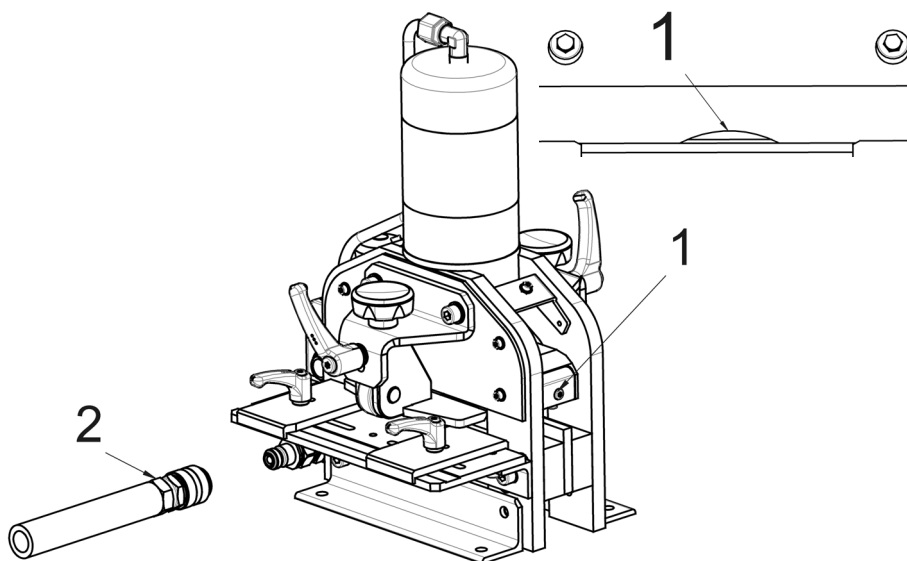

Bild 10: Kniven i undre läget
- Aktivera hydraulpumpen och kör ned kniven tills en liten välvning (bild 10, 1) fortfarande syns mellan kniven och motskåret.
- Stäng av hydraulpumpen och dra loss hydraulkopplingen (bild 10, 2) på kapenheten så att knivbalken stannar i det undre läget.